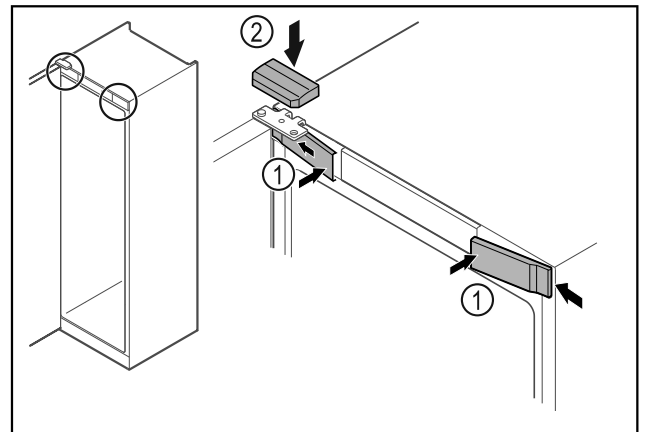

Fig. 23
- ▶ Vordere Abdeckungen Fig. 23 (1) seitlich einhaken und aufrasten.
- ▶ Obere Abdeckung Fig. 23 (2) von oben aufrasten.